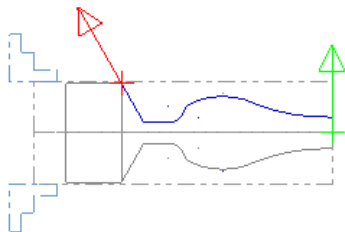

图 8.12.21 定义加工轮廓
Step2. 定义加工轮廓。在该对话框中单击 按钮，然后在图形区中从右侧开始选取图 8.12.21 所示的轮廓，单击 按钮，系统弹出“车削循环模式 属性”对话框。